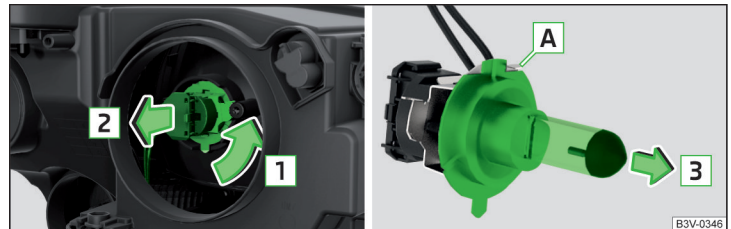

Abb. 262 Glühlampe für Ablendlicht und Fernlicht wechseln
- Den Stecker mit der Glühlampe in Pfeilrichtung **1** drehen » Abb. 262.